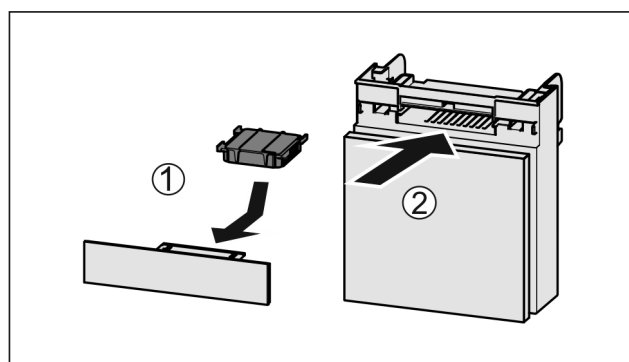

Fig. 184
- Filtr s aktivním uhlím vložte podle vyobrazení Fig. 184 (1).
- Zásuvku zasuňte Fig. 184 (2).